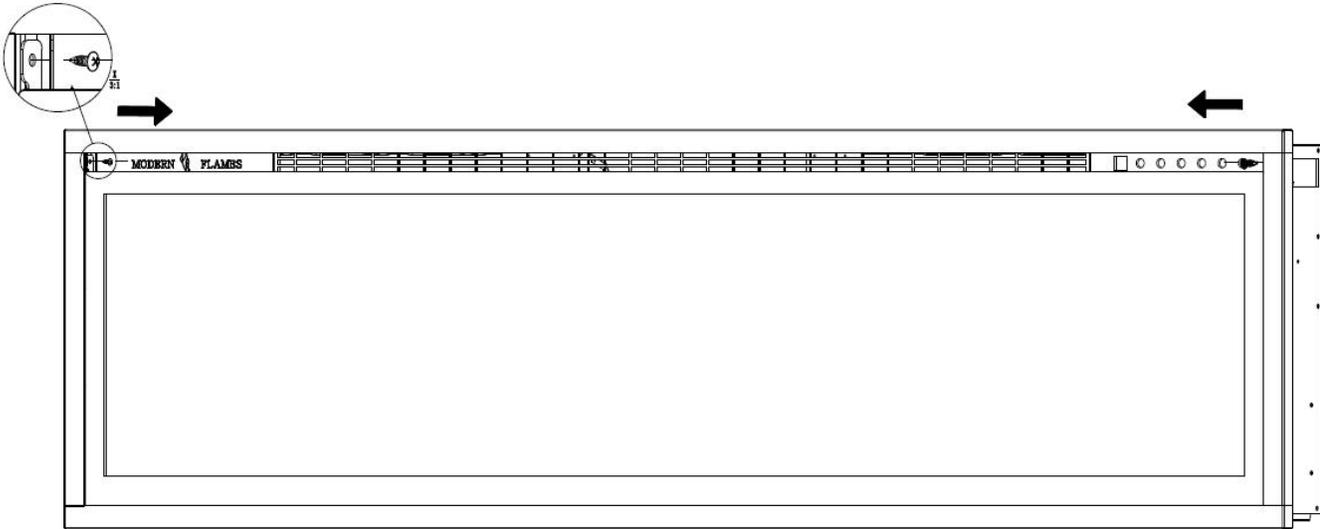

Fig. 1-1
- A. Avec une main sur le verre avant pour l'empêcher de tomber, retirez les deux vis (1 par côté) sur le côté de l'appareil (Fig. 1-1). Mettez les vis de côté.